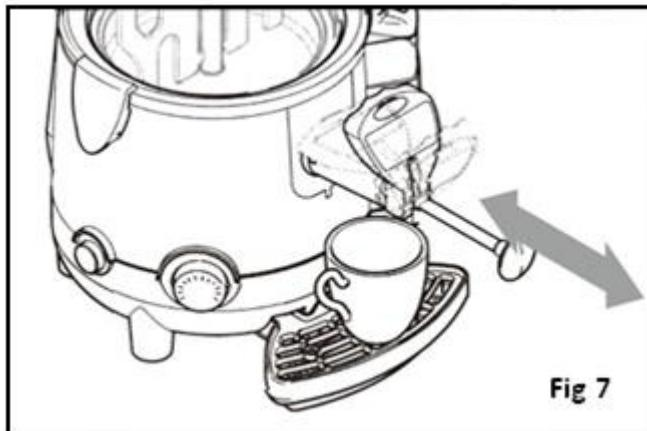

Fig 7
- Wenn das Getränk besonders dickflüssig ist, den Stab am Hahn so weit wie möglich herausziehen (Abb. 7)
- Verstopfungen im Spenderrohr können durch wiederholtes Hineinschieben und Herausziehen des Hahnstabs beseitigt werden (Abb. 7)